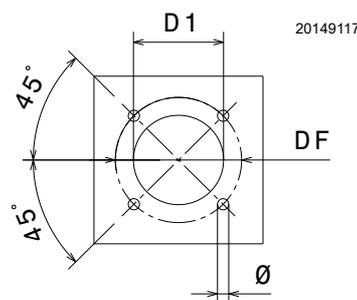

Fig. 12
Perforar la placa de cierre de la cámara de combustión como en la Fig. 12. Puede marcarse la posición de los orificios roscados utilizando la junta aislante que se suministra con el quemador.
- Introducir todo el quemador en el orificio de la caldera, preparado anteriormente (Fig. 12), y fijar con los tornillos suministrados.